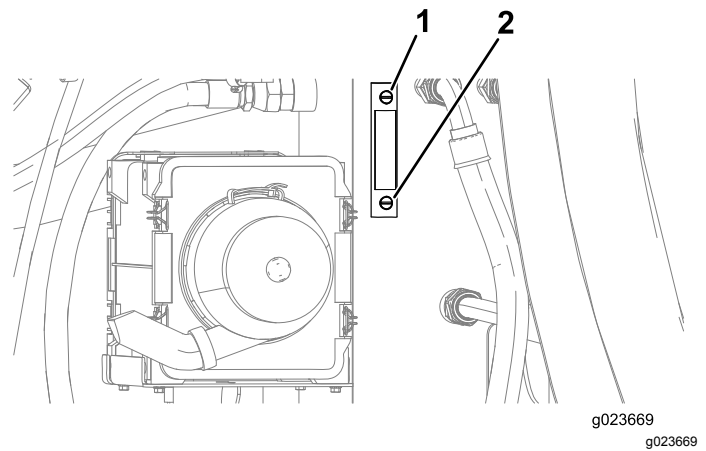
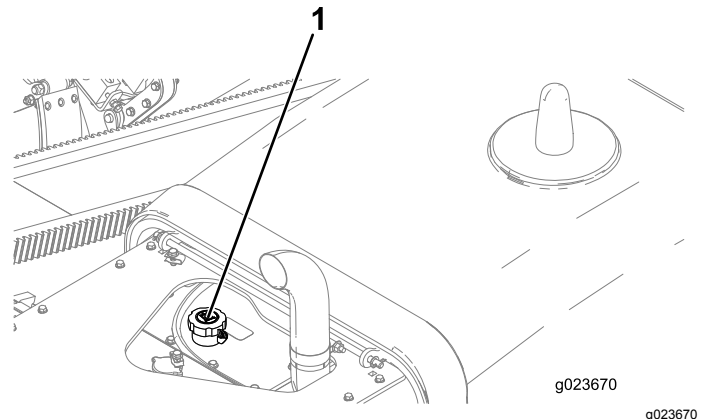

Figura 119
Figura 120
4. Observe la mirilla del depósito de aceite hidráulico y compruebe el nivel de aceite (Figura 119).
5. Si el nivel es bajo, abra el tapón del depósito hidráulico (Figura 120), agregue una pequeña cantidad de aceite y espere 2 minutos para que el nivel de aceite se estabilice en la mirilla (Figura 119).